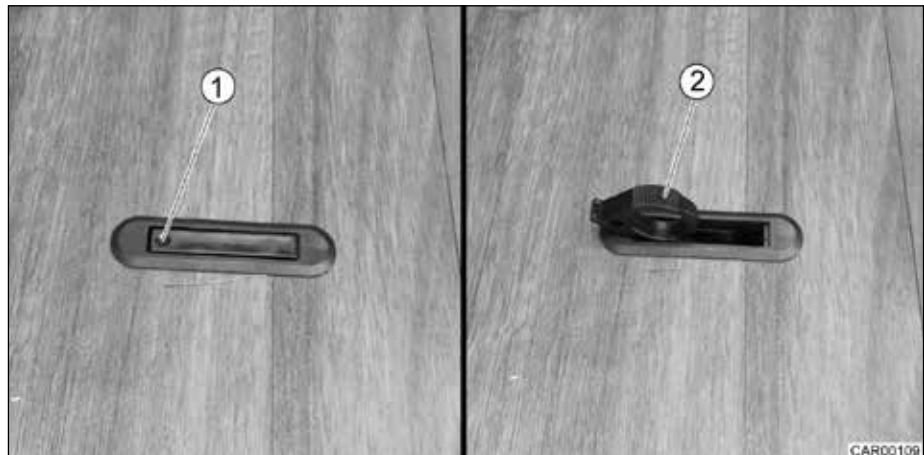

Fig. 81 Dispositif de fermeture des trappes de plancher
1. Enfoncer le dispositif de fermeture dans le plancher au niveau du marquage (Fig. 81, pos. 1). Le levier à poignée (Fig. 81, pos. 2) pivote vers le haut.
1. Fermer la trappe et rabattre le levier de la poignée (Fig. 81, pos. 2).